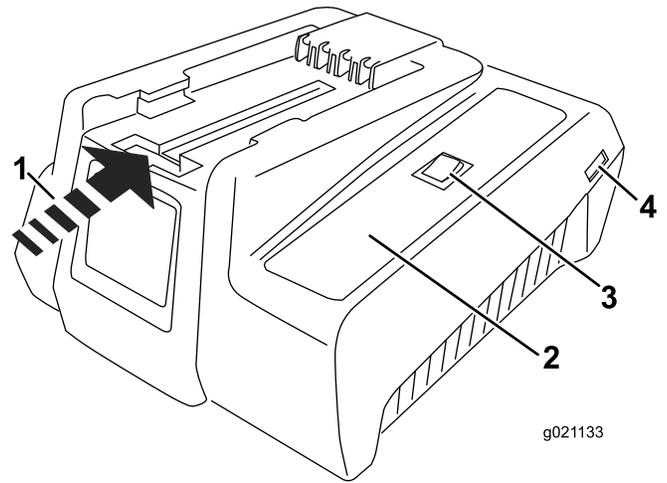

Figure 5
1. Si ce n'est déjà fait, branchez le cordon d'alimentation au chargeur (Figure 5), puis à la prise électrique.
2. Retournez la batterie et placez la borne en face de la fente du chargeur (Figure 5 et Figure 6).